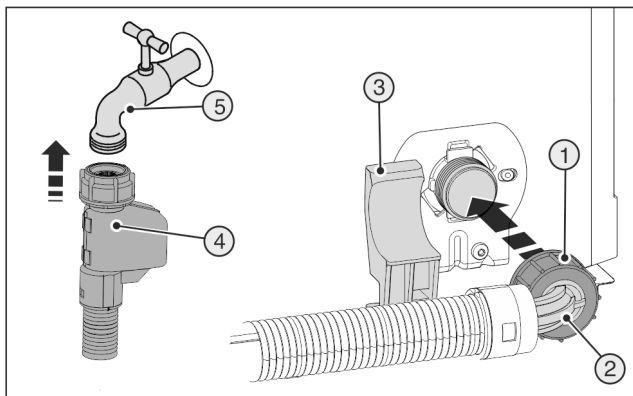

Fig. 8
- ▶ Rechte uiteinde van de slang Fig. 8 (4) op de afsluitkraan Fig. 8 (5) aansluiten.